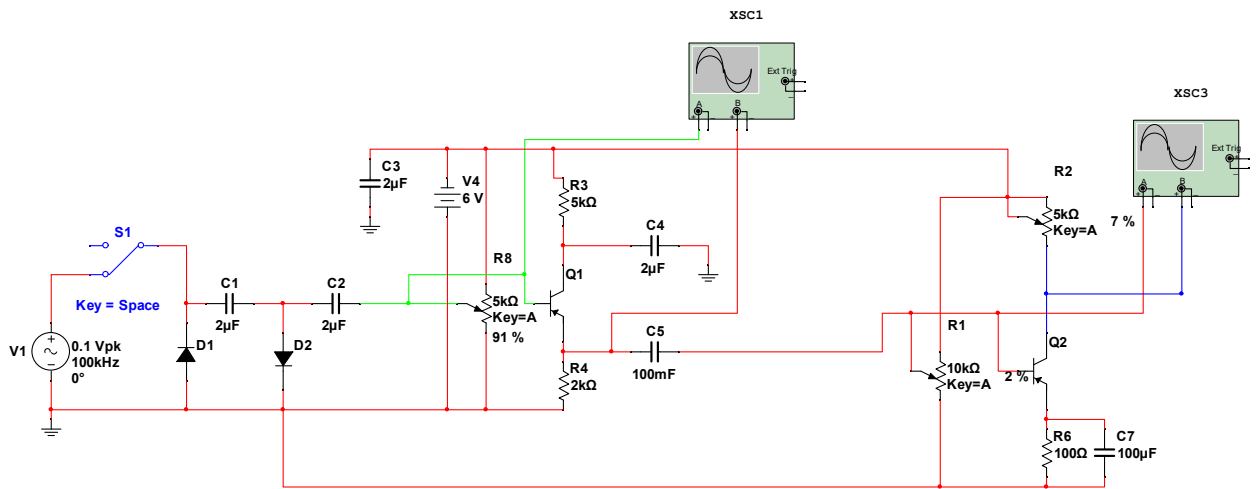

Рис. 3. Входной каскад транзисторного УРЧ
I. Входной каскад (рис. 3). Эммитерный повторитель на транзисторе Q1, служащий для электрической развязки входной цепи и дальнейшей схемы усиления, и схема предусиления на транзисторе Q2. Рабочие точки транзисторов устанавливаются с помощью подстроечного